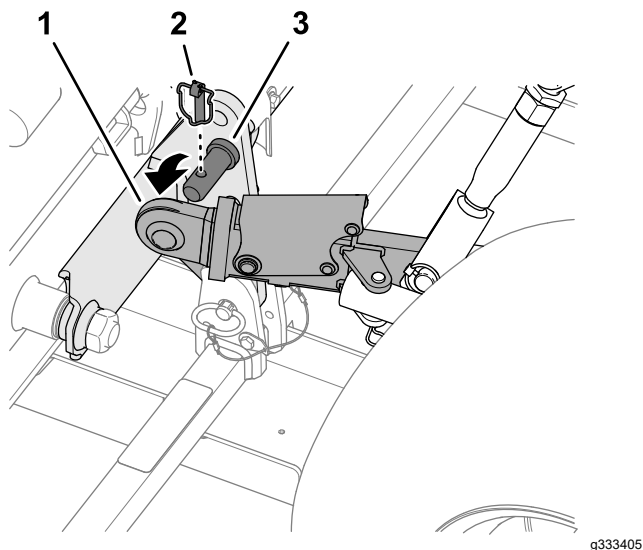

図 47
1. リンチピン(2本を外し、機体のヒッチピンから下リンクアームを外す 図 47)。